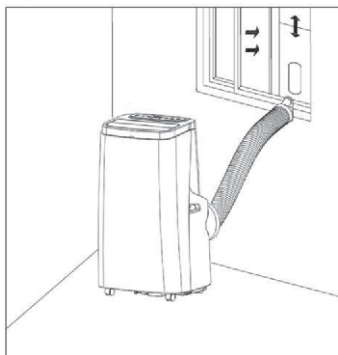

Figur 4
1. Flytt klimaanlegget med påmontert varmerør og tilbehør foran vinduet. Hoveddelen må være minst 50 cm fra vegger eller andre gjenstander (som vist på figur 4).